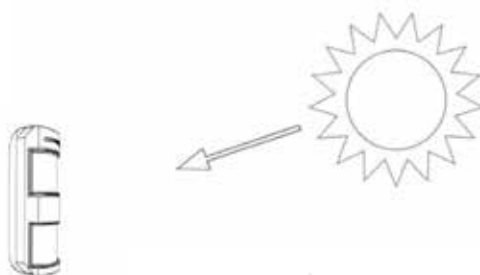

Figura 3
- anche se il rivelatore PRAESIDIO WT è dotato di speciali PIR con filtri LPF per renderlo immune ai raggi solari, evitare, laddove possibile, l'esposizione diretta ai raggi solari (Figura 3). Questi potrebbero interferire non solo con i PIR ma anche con i dispositivi antimask di cui è dotato il rivelatore;